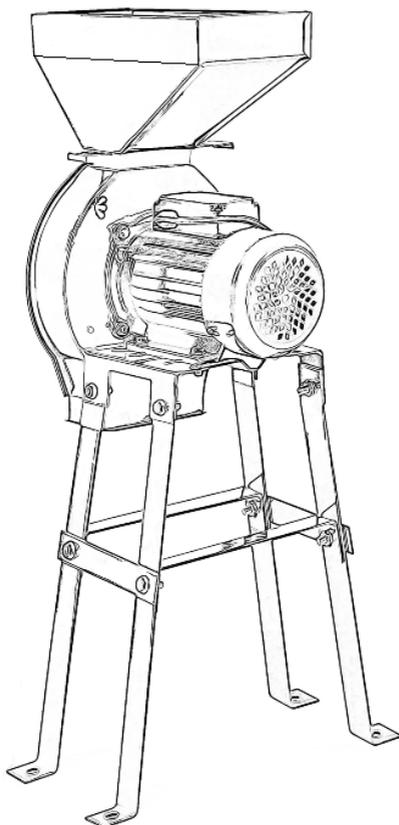

Fig. 4
- Fixez solidement la plaque de base du moteur électrique (6) sur le plan de travail à l'aide de 4 vis. Veillez à ce que l'entonnoir chargé soit lourd et que l'appareil ne puisse pas basculer avec son support.
- Placez un récipient adapté sous la goulotte (7).
- Vous trouverez un exemple d'appareil correctement installé dans la figure 4.